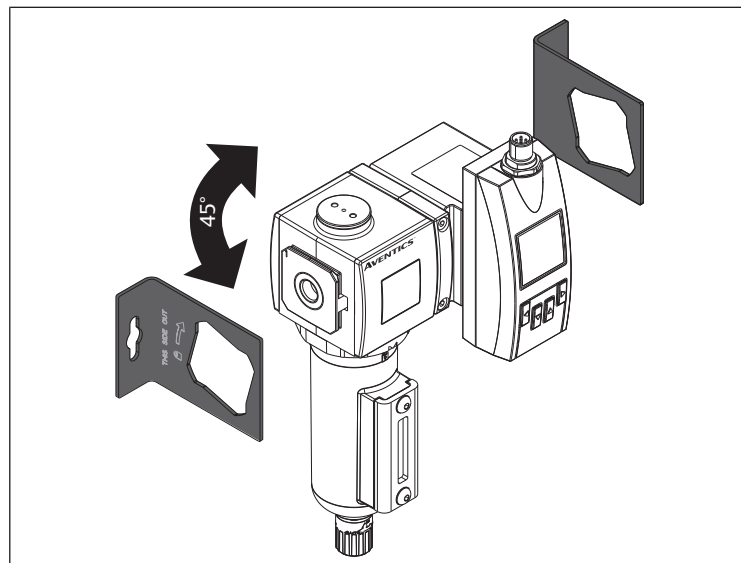

Fig. 6: Montaje con soporte de fijación
- Montar el producto con un soporte de fijación. Véase → Fig. 6.